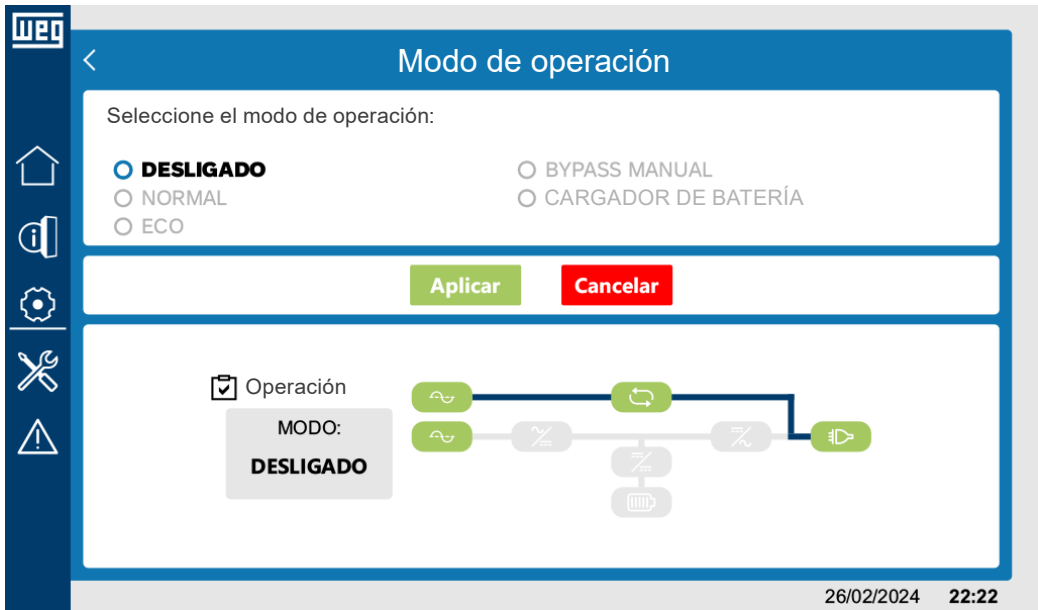

Figura 6.26: Sinóptico en el modo de operación en el modo desligado
- Modo desligado: Figura 6.26 en la pagina 6-20.